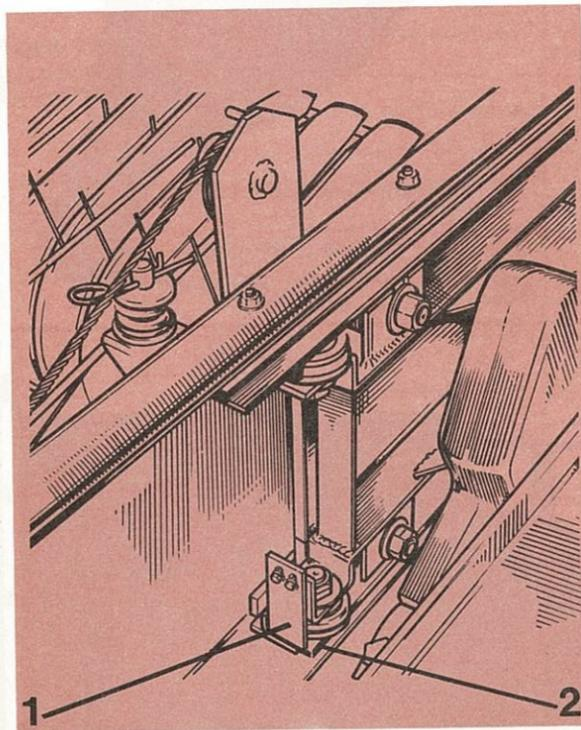

FIG. 21
- Contrôler le réglage de la raclette du piston (1 fig. 21). Celle-ci doit frôler la glissière inférieure (2).
Nettoyer si besoin, la glissière inférieure (2 fig. 21) des galets du piston.